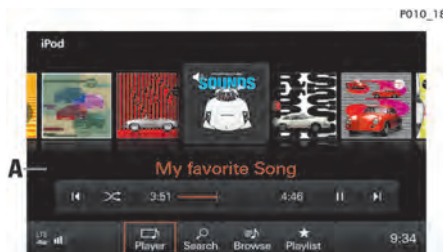

Fig 218 : Lecture de musique
2. Balayez l'affichage de Coverflow **A** (Fig. 218) vers la gauche ou vers la droite jusqu'à ce que l'album souhaité s'affiche en plus grand au centre de l'écran.